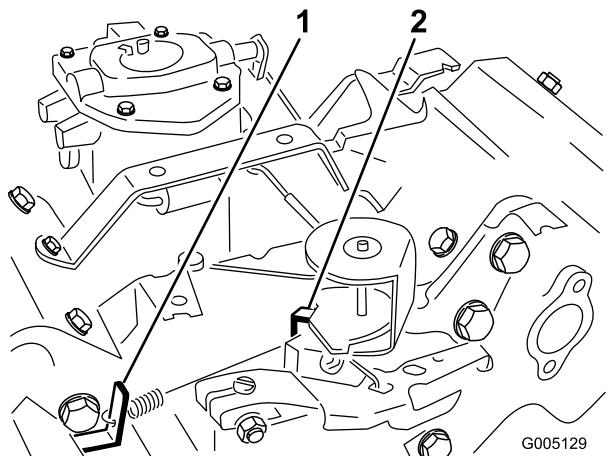

図 50
3. 調速アイドル・スプリング・アンカーの耳(図 50)を曲げて、エンジン速度を 1650 ± 100 RPM に調整する。タコメータで速度を確認のこと。
5. スロットル・コントロールを FAST 位置とする。高速アイドル・スプリング・アンカーの耳(図 50)を曲げて、エンジン速度を 2850 ± 50 RPM に調整する。